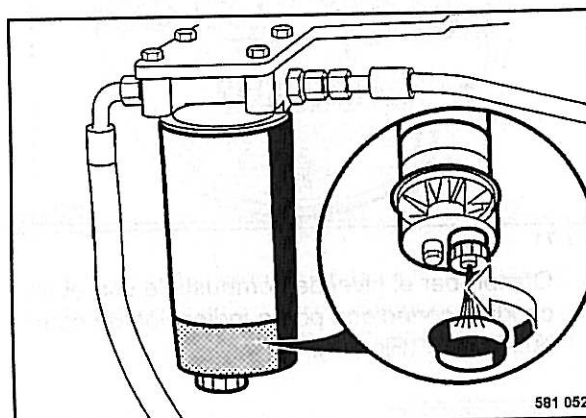

Fig. 70
- Aflojar el tornillo de descarga (Fig. 70) por algunas vueltas y recoger el combustible / agua saliendo.